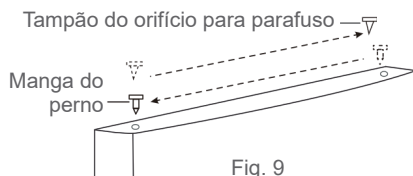

Fig. 9
10. No topo da porta inferior, remova a manga do perno à direita e o tampão do orifício para parafuso à esquerda e depois fixe novamente ambos, invertendo a sua localização (→ Fig. 9).